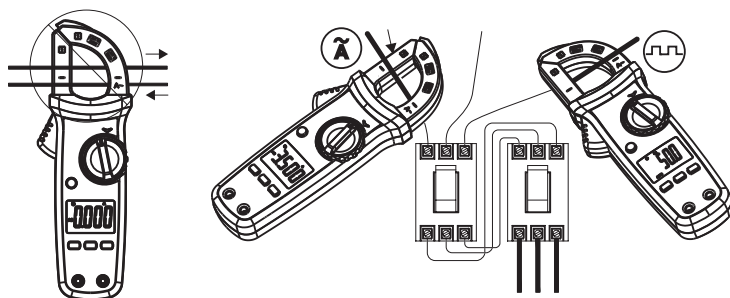

Figura 2
1. Măsurarea curentului alternativ și a frecvenței (Figura 2)